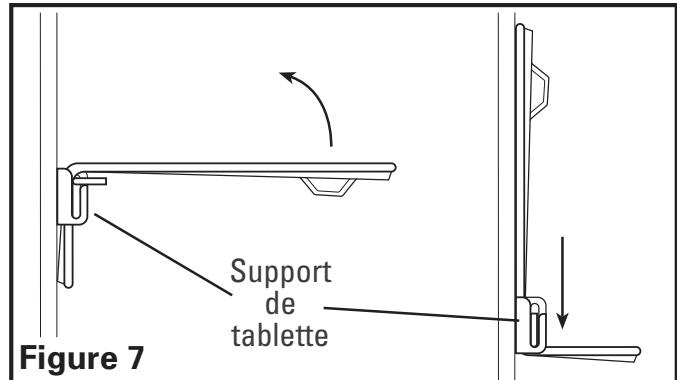

Figure 7
1. Si votre dossieret comprend les tablettes optionnelles, elles peuvent être positionnées vers le haut lorsque non-utilisées pour créer de l'espace de travail additionnel. Pour déplacer la tablette dans la position du haut, tenir l'avant de la tablette et soulever vers le haut, puis glisser la tablette dans le canal du support (**Figure 7**). Pour déplacer la tablette dans la position du bas, inverser les instructions.